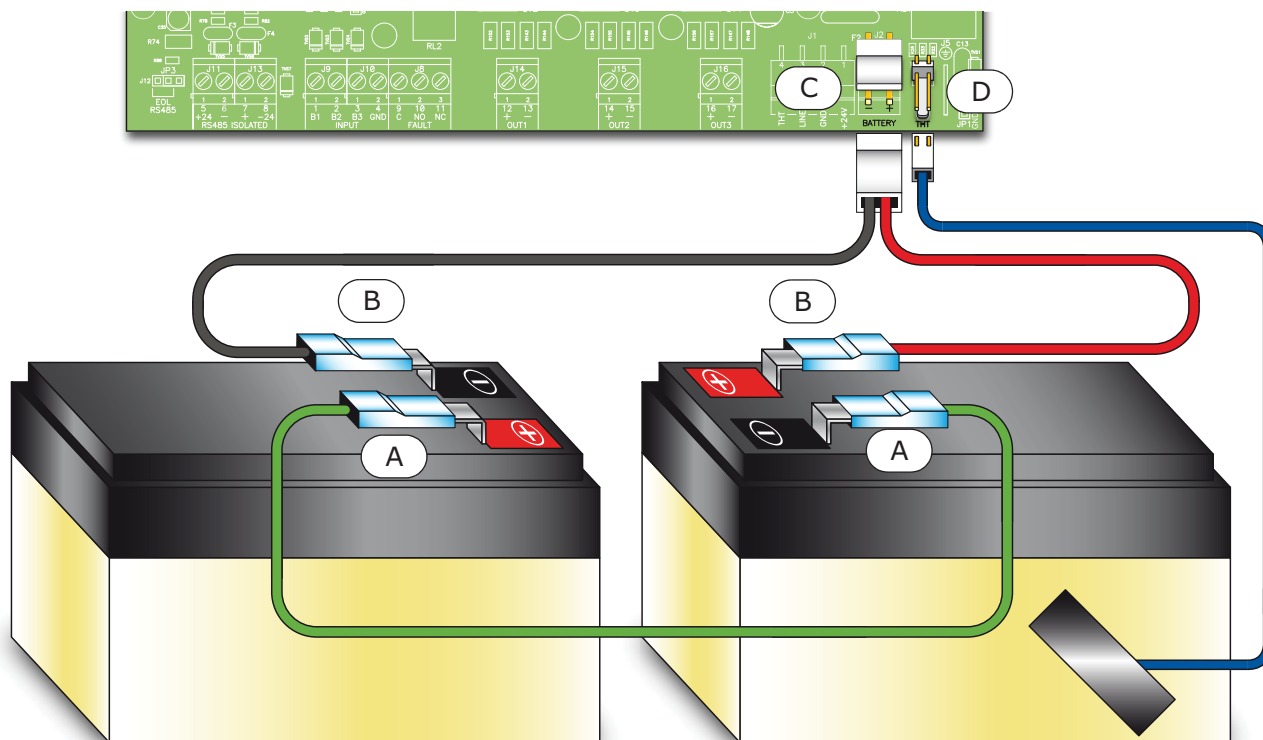

Figura 12 - Connessione batterie
3. Collegare la sonda termica al connettore apposito (tabella a pagina 15, [I] e Figura 12 - *Connessione batterie, [D]*).